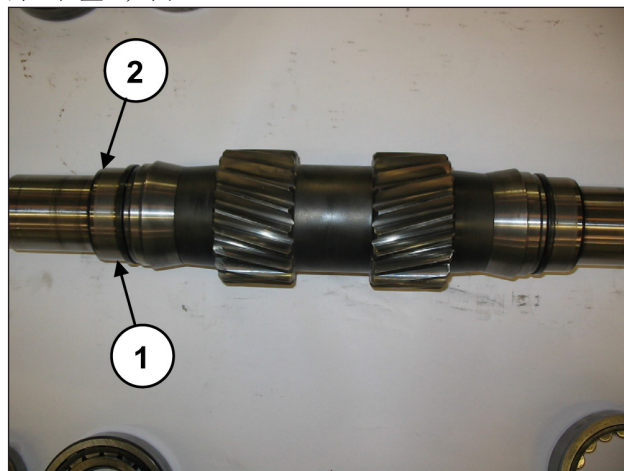

图 33
从PT0轴上拆下内轴承环（位置①，图 33）和两个内轴承垫片（位置②，图 33）。